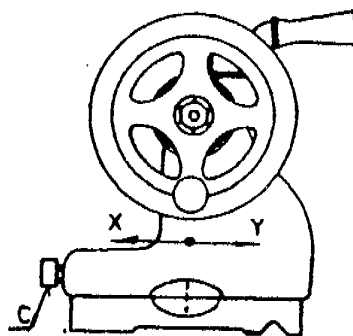

Figura 6
- Si el diámetro del rebaje próximo a la contrapunta es mayor, se desplaza el cabezal móvil en el sentido **X** (Figura 6); si es menor, en el sentido **Y**.